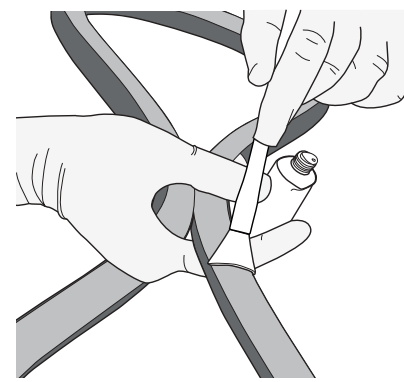

Figura 32. Gonfiare lo pneumatico fino a quando il nastro base è scoperto. Applicare un sottile strato di colla.
4. Gonfiare lo pneumatico quel tanto che basta per farlo srotolare e per scoprire il nastro base (Figura 32).